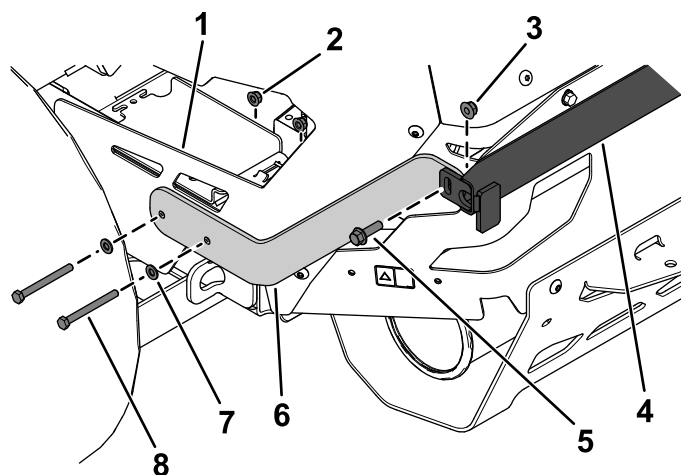

Figure 13
3. Fixez légèrement la patte supérieure gauche à la protection arrière gauche et au support supérieur à l'aide de 2 boulons à tête hexagonale (5/16 x 3¼ po), 2 rondelles ordinaires, 2 écrous à embase (5/16 po), 1 boulon à embase (¾ x 1¼ po) et 1 contre-écrou (¾ po), comme montré à la Figure 13.